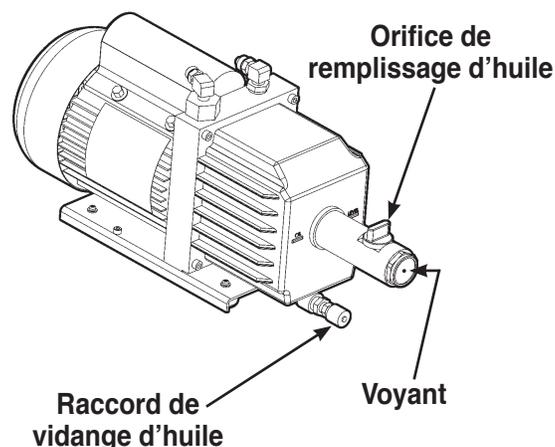

Figure 16
3. Reportez-vous à la Figure 16 et enlevez le bouchon en laiton de l'orifice de remplissage d'huile de la pompe à vide. (La pompe se vidange plus rapidement lorsqu'il y a aération.)